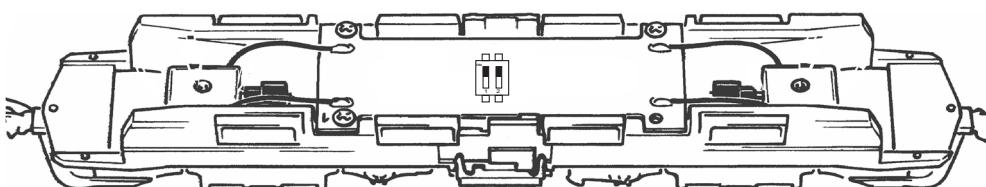

Fig. 8
**3. Change of traction tyre:** Remove the gear cover (fig. 4). Take out **wheel set** and remove **traction tyre** using a pin or a fine screwdriver (fig. 8). When pressing on the new traction tyre please **avoid twisting it**.
**3. Échange des bandages d'adhérence:** Démontez d'abord **le couvercle du carter des engrenages** des engrenages (fig. 4). Délogez ensuite les essieux bandagés et enlevez, à l'aide d'une aiguille ou d'un tournevis fin, les bandages d'adhérence (fig. 8). Lors du montage des nouveaux bandages veuillez veiller à ce que les bandages **ne soient pas tordu**.